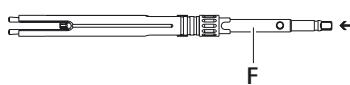

Fig. 3
- Introduire le tournevis F par l'arrière dans la douille de blocage 2. Ce faisant, veiller ce que les tenons glissent à fond dans les rainures, voir Fig. 3.